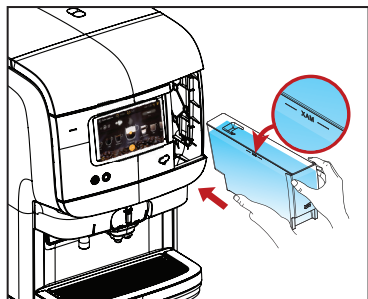

Рис. 4
4. Заполните емкость для воды свежей чистой водой до уровня, обозначенного отметкой MAX, и установите емкость в кофемашину. (См. рис. 4)